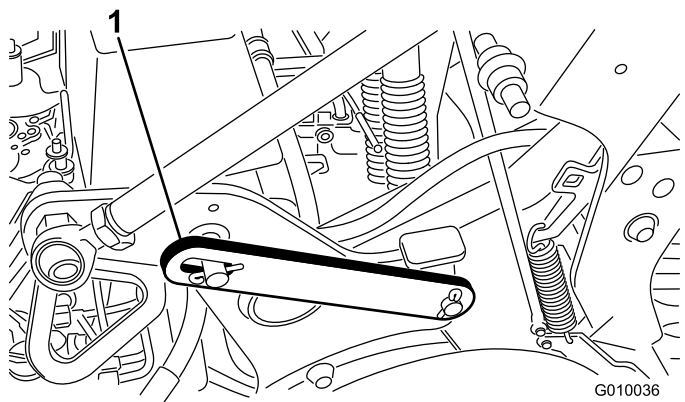

Figura 20
3. Togliete l'anello Seeger che fissa il fermo di servizio in posizione di rimessaggio (Figura 20).